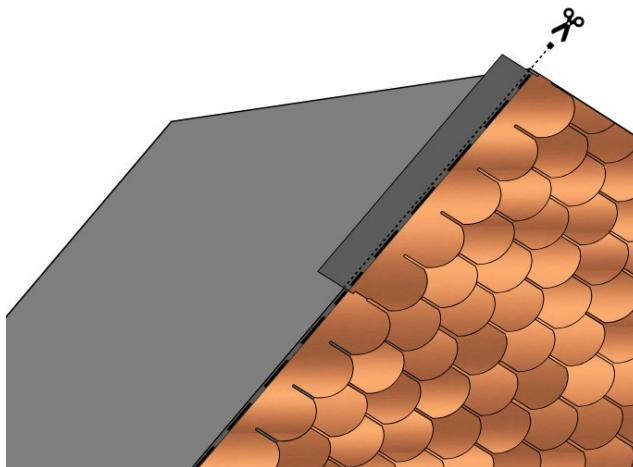

Fig. 18 – Installazione delle tegole al colmo
- Ripetere la procedura di posa delle tegole canadesi per file, fino alla completa copertura della falda. Lasciare gli ultimi centimetri di membrana bituminosa esposta, tagliando la parte superiore dell'ultima fila di tegole, Fig. 18.